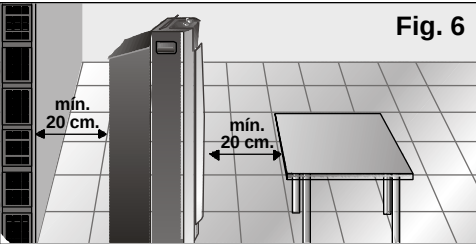

Fig. 6
- ❑ Por segurança, antes de ligar o seu equipamento é necessário que este esteja separado pelo menos 20 cm de qualquer superfície próxima, **Fig. 6**.